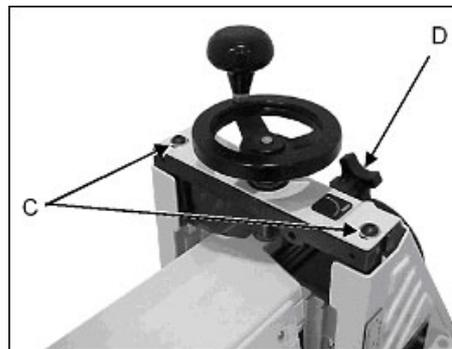

Рис.15
Для выставления барабана, освободите два винта с внутренним шестигранником (С, Рис. 15).
Если следы шлифования перехлестываются, то тогда ослабьте два винта с внутренним шестигранником (С, Рис. 15) и поднимите свободный конец барабана посредством вращения установочной рукоятки (D) по часовой стрелке и снова сильно затяните винты с внутренним шестигранником.